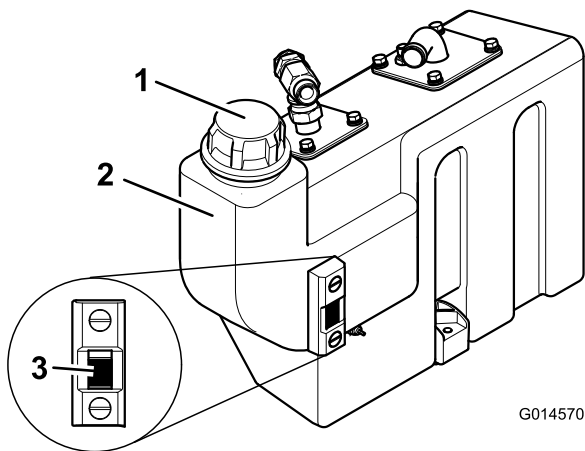

Figure 27
3. Si devez ajouter du liquide hydraulique, nettoyez la surface autour du goulot de remplissage et du bouchon du réservoir hydraulique (Figure 27) puis retirez le bouchon.